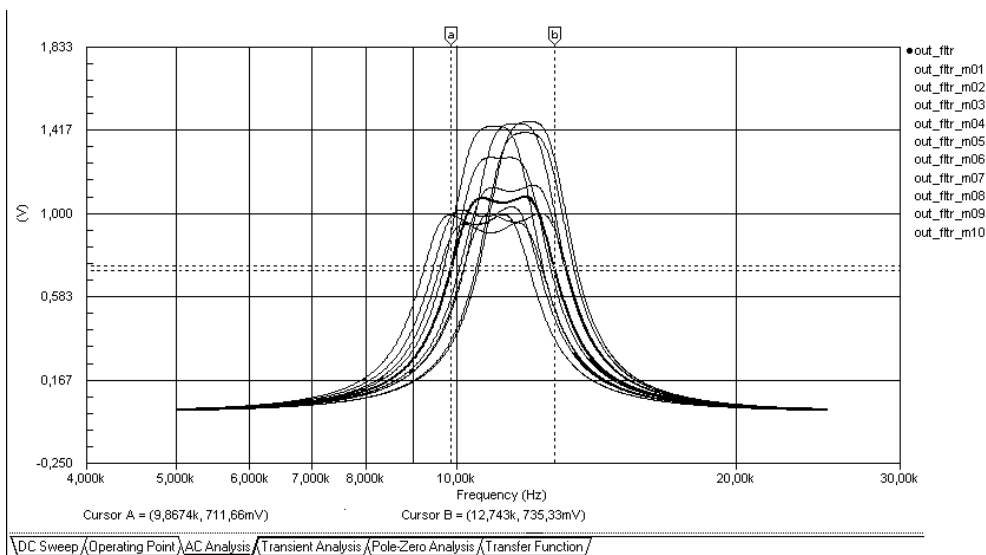

Рис. 9.35. Результаты анализа Монте-Карло:
5. Кнопкой **Run Mixed-Signal Simulation** запустить выполнение задания. Программа выполняет заданное число прогонов и выводит результат в главное графическое окно (рис. 9.35).